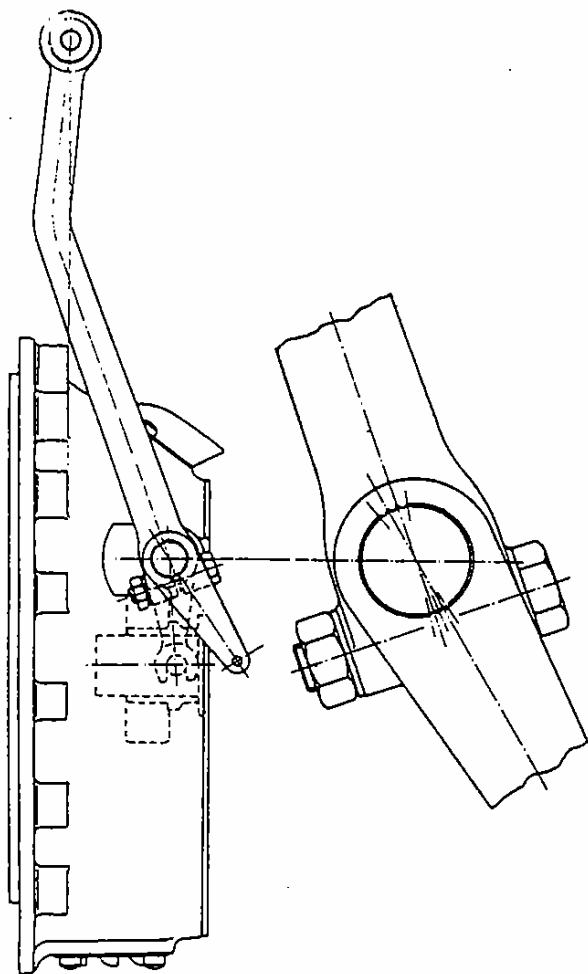

Fig. 02/2 - Position levier de débrayage.
- Caler le levier sur l'arbre, de sorte que l'axe de sa douille élastique soit en ligne avec le plan de joint du carter d'embrayage, comme indiqué à la fig. 02/2.
- Monter sur l'arbre l'attache AV ressort dans la position opposée et arrière d'une dent par rapport à l'axe du levier de débrayage (détail à la fig. 02/2).